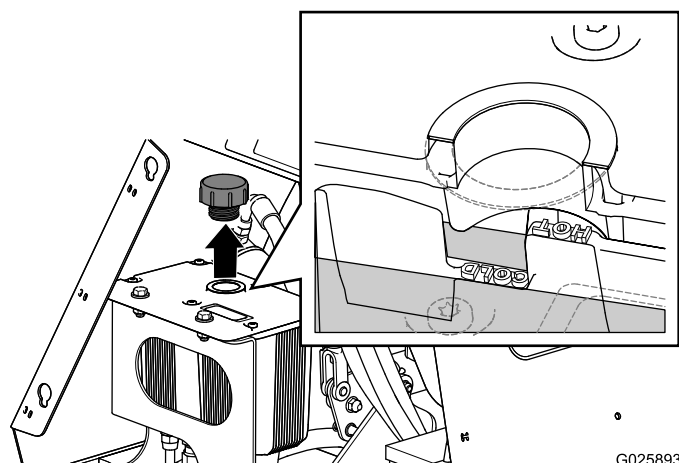

Figura 7
6. Retire el tapón y compruebe el nivel de aceite hidráulico en el depósito (Figura 7).
7. Si es necesario, añada el aceite hidráulico especificado hasta que el aceite cubra el nivel **Cold** en el tabique (Figura 7).
8. Vuelva a colocar el tapón del depósito de aceite hidráulico y apriételo hasta que esté cerrado (Figura 7).